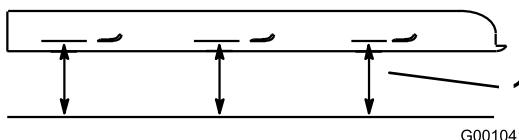

Bild 96
2. Stellen Sie 1 Messer in Längsrichtung. Messen Sie an den Stellen **A** und **B** von einer ebenen Oberfläche bis zur Schnittkante der Messerspitzen (Bild 96).